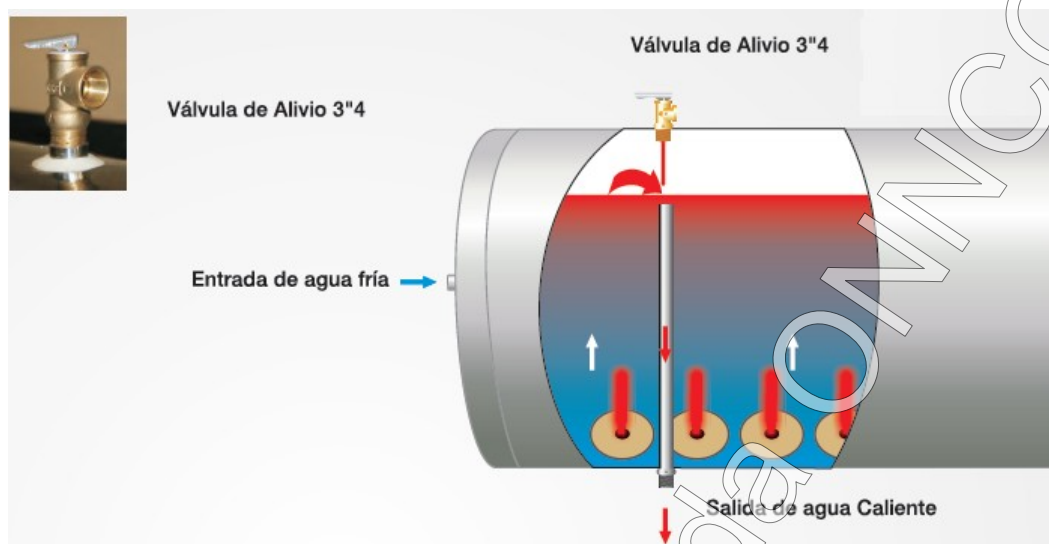

Figura 5 Colocación de la válvula de alivio
- Colocar la válvula de alivio en la parte superior del termotanque (ver Figura 5)